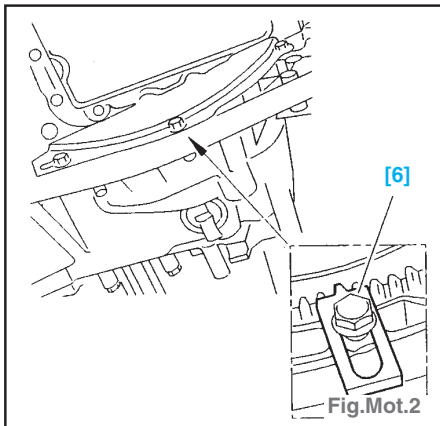

Fig.Mot.2
- Déposer la tôle Inf. de fermeture du carter d'embrayage et bloquer le volant avec l'outil [6] (Fig.Mot.2).